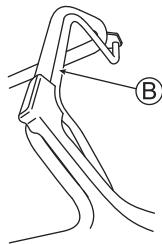

Abb. 18
- 4 Drücken Sie den Kupplungshebel (B) nach vorne, um mit dem Mähen zu beginnen. (Siehe Abb. 18)